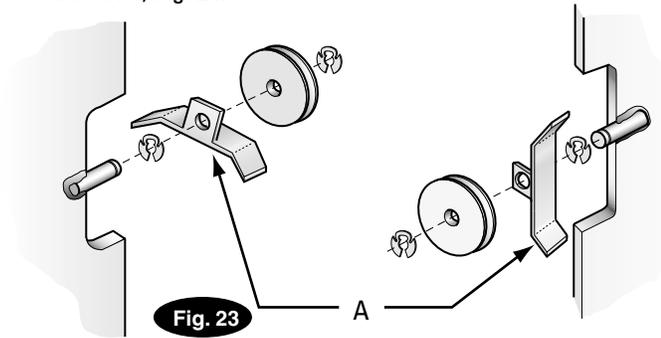

Fig. 23 Información
- A) Instale la polea del cable de trinquete, las cubiertas de polea y los anillos de retención en la ranura superior de la columna de la unidad de potencia, como se muestra en la Fig. 23.